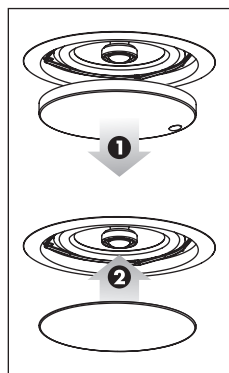

Figure 5.
1. Retirez la grille de l'enceinte (figure 5, étape 1).
2. Fixez le protecteur de peinture en place (figure 5, étape 2).